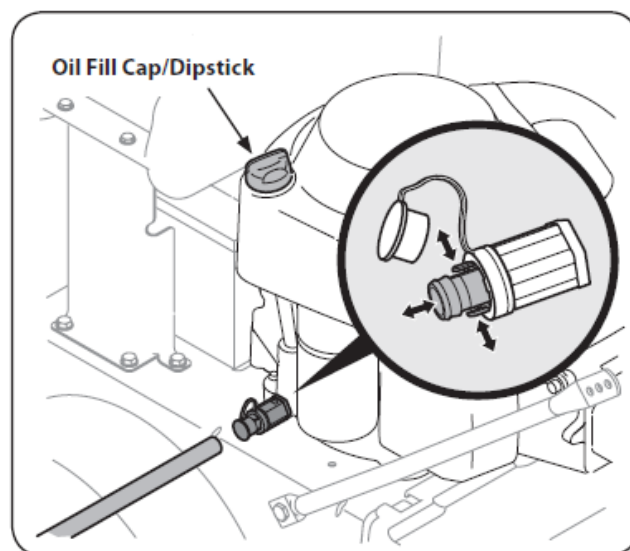

Figure 6-2
4. Ouvrez le sceau de protection qui se situe à l'extrémité du robinet de purge d'huile afin d'exposer l'orifice de vidange (A). Consultez la Figure 6-2.
6. Poussez le boyau de vidange d'huile (emballé avec ce manuel) dans l'orifice de drainage d'huile (B). Acheminez l'extrémité opposée du boyau dans le contenant approprié pour la récupération d'huile. Le contenant doit avoir une capacité d'au moins 2,5 pintes afin de recueillir l'huile usagée.
7. Pincez les pattes du robinet de purge d'huile; puis, tirez vers l'extérieur pour commencer à purger l'huile. Consultez la Fig. 6-2.